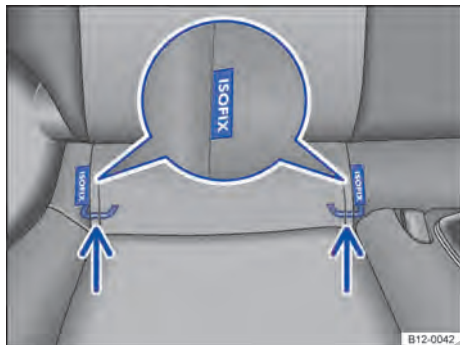

Fig. 34 En el asiento del vehículo: identificación de los puntos de anclaje inferiores de asientos para niños.
Los 2 ojales de retención para cada asiento para niños con el sistema ISOFIX pueden alcanzarse a través de las hendiduras del revestimiento de la banqueta trasera → fig. 34.
- Encajar el asiento para niños en los ojales de retención → fig. 34 en el sentido de la flecha. El asiento para niños debe engancharse de forma segura y audible (clic).
- Colocar el asiento para niños sobre la superficie del asiento y enganchar los cinturones de seguridad en los ojales de retención → fig. 34, si los cinturones de fijación se proveen junto con el asiento para niños.